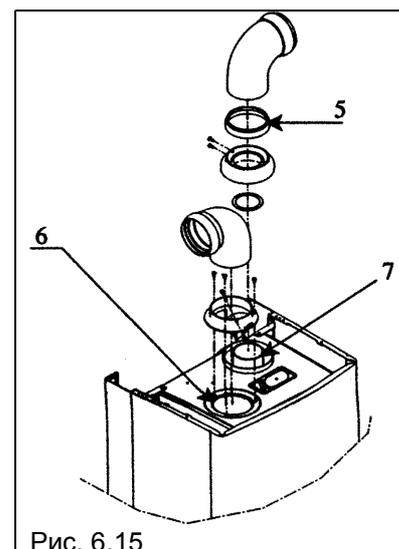

Рис. 6.15
Трубопровод для всасывания воздуха, необходимого для поддержания горения можно присоединить ко входу (6) (рисунок 6.15), но перед этим необходимо снять пробку, которая его закрывает и которая держится на трех винтах. Фланец дымовых газов (5) (рисунки 6.13 и 6.15), в случае необходимости можно снять, поддев его отверткой и действуя ей как рычагом.